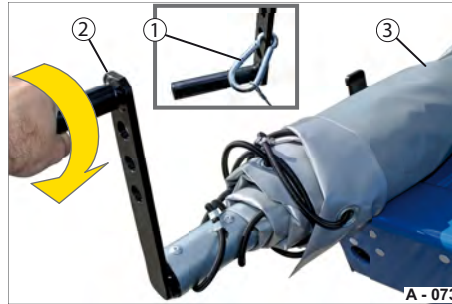

Abb. 64 Rollverdeck vorne entsichert
- ▶ Lösen Sie den Karabiner (Abb. 64/1) von der Handkurbel (Abb. 64/2).